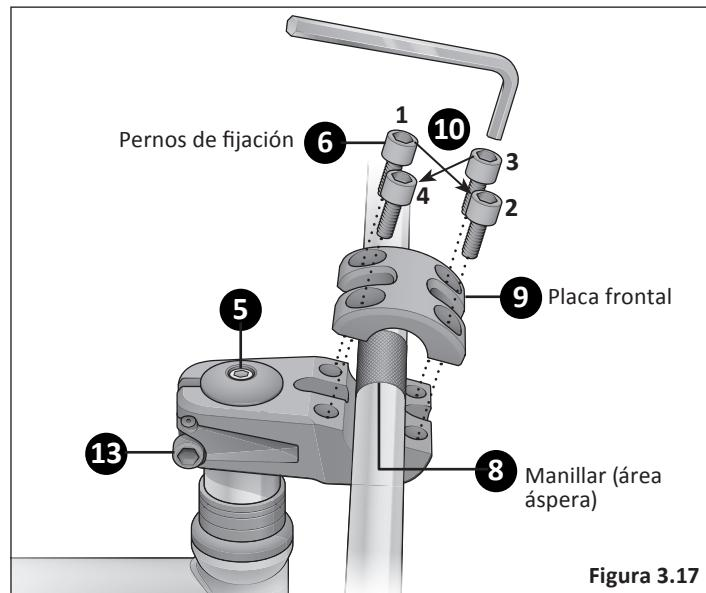

Figura 3.17
- 13** Acabe apretando los pernos de fijación y el perno de la tapa de la potencia. **Figura 3.17**